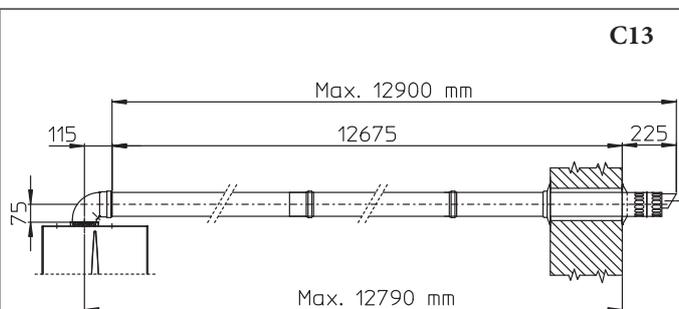

Fig. 1-16
- Prolunghe per kit orizzontale Ø 60/100 (Fig. 1-16). Il kit con questa configurazione può essere prolungato fino a una *misura max. di 12,9 m* orizzontali, compreso il terminale grigliato ed esclusa la curva concentrica in uscita dalla caldaia. Tale configurazione corrisponde ad un fattore di resistenza uguale a 100. In questi casi è necessario richiedere le apposite prolunghe.